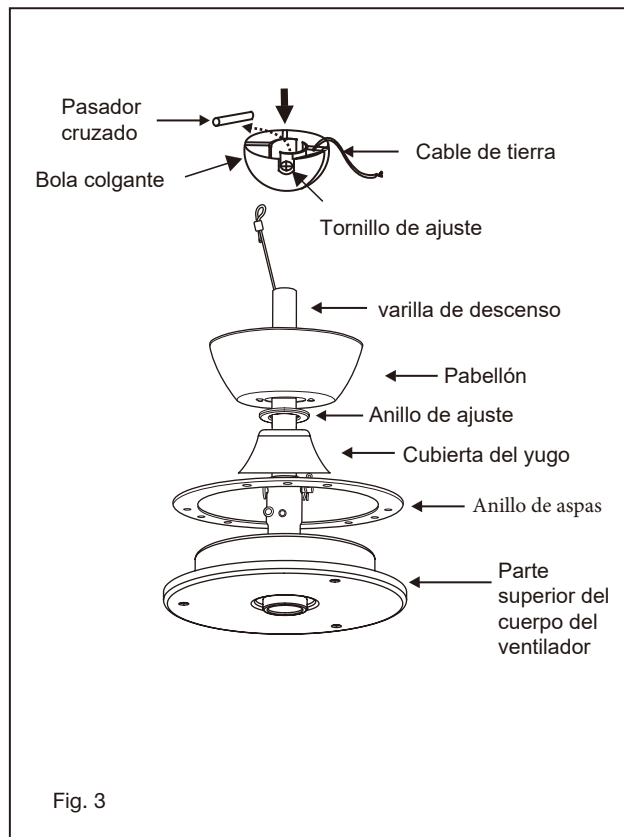

Fig. 3
- 6 Deslice el anillo de las aspas, la cubierta del yugo, el anillo embellecedor y la cubierta en la barra de extensión. (Fig. 3)
- 1 Retire la placa de pared existente y el interruptor viejo de la caja de salida de la pared. (Fig. 3)